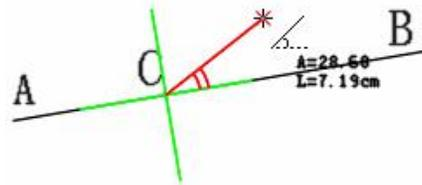
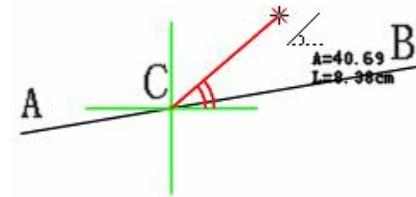

图 18.1
图 18.2
(1) 如下图所示, 点 C 是线 AB 上的一点。先单击线 AB, 再单击点 C, 此时出现两条相互垂直的参考线, 按 Shift 键, 两条参考线在图 18.1 与图 18.2 间切换;